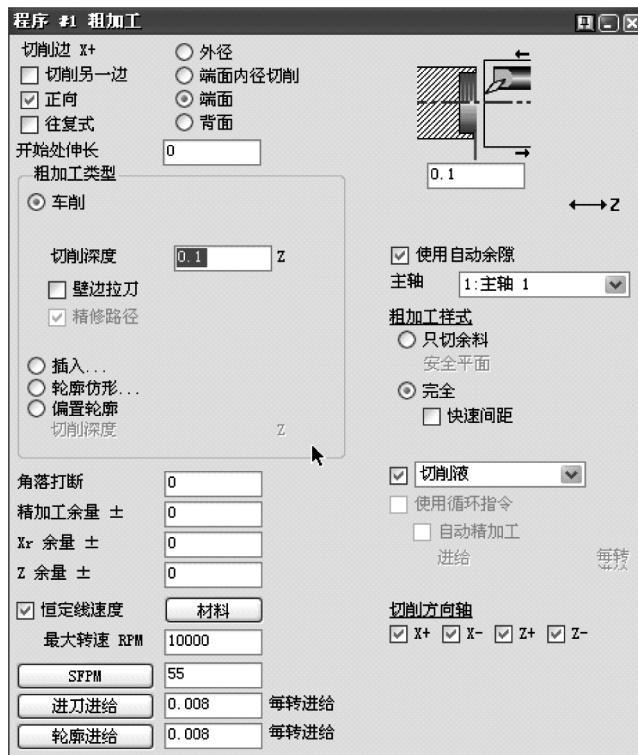

图 6-48 端面粗车加工程序
- 1) 应用 #1 刀具创建如图 6-48 所示端面粗车加工程序。